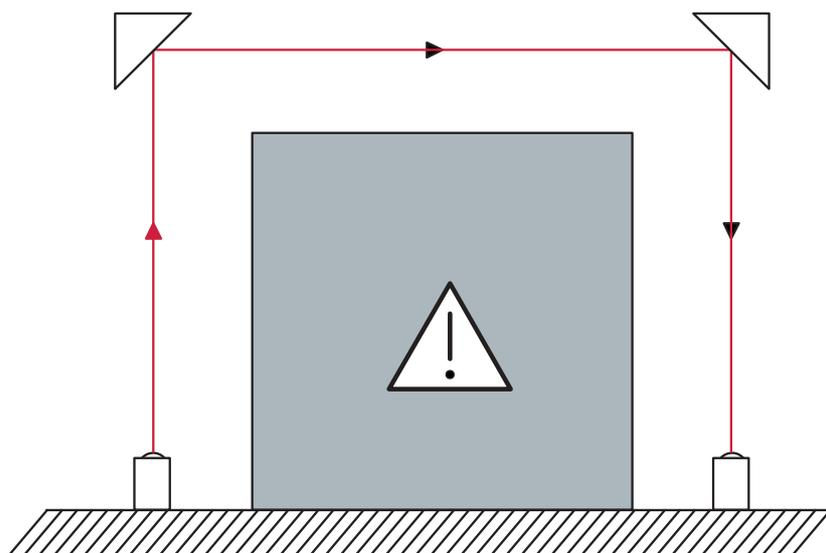

Figura 6.5: Disposizione degli specchi deflettori
- Disposizione degli specchi deflettori in modo che l'asse ottico si trovi al centro dello specchio vedi figura 6.5.